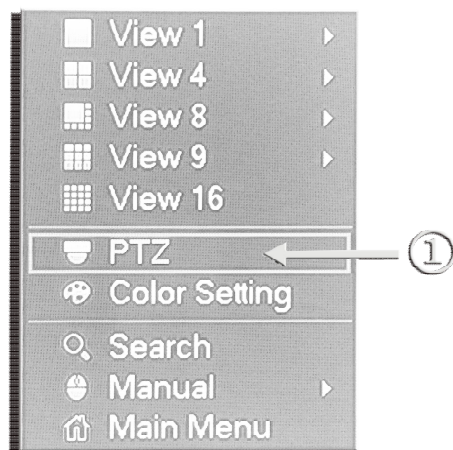
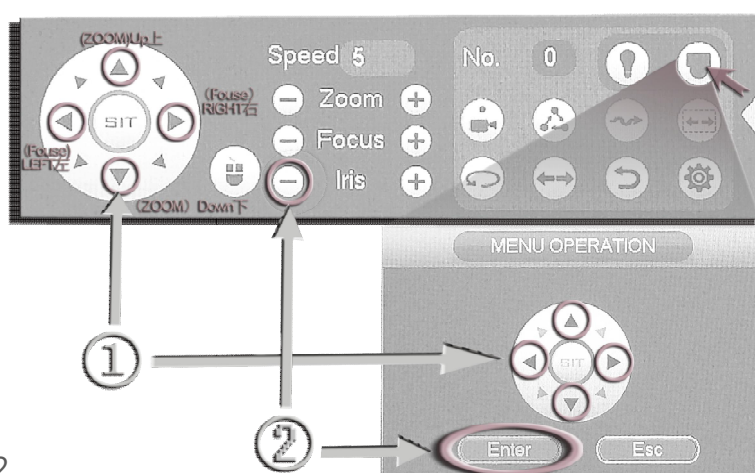

图 1
图 2
如图 1：“①”处通过点击鼠标右键弹出的菜单，点击“同轴抑制”进入到图 2 菜单
如图 2：“①”处分别控制自动镜头的 Focus Lens 方向 (near/far) 和 Zoom 方向 (wide/tele)。在按着 Focus “+” / “-”，“◀” / “▶” 或 Zoom “+” / “-”，“△” / “▽” 点击 Zoom 方向 (wide/tele) 即上下方控制镜头变倍，当该变到你需要的倍数后便松开按键，镜头便会进入自动聚焦至完成聚焦，点“②”处进入摄像机主菜单界面（该为进入 / 确认键）。在主菜单界面后，“①”处便成为纯粹的“上”“下”“左”“右”控制选择键了。